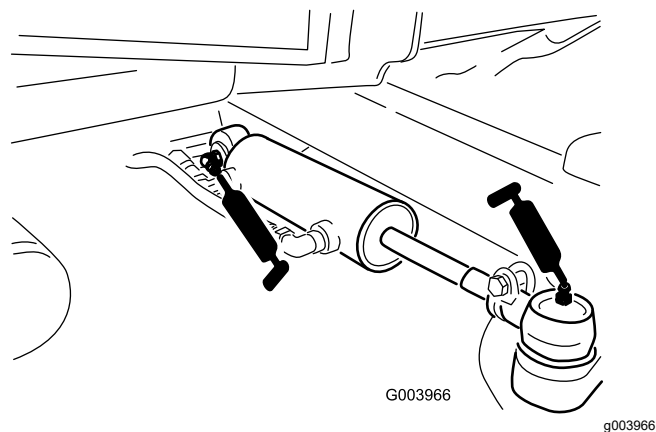

**Figura 71**
- Rótulas del cilindro de dirección (2) (Figura 71)